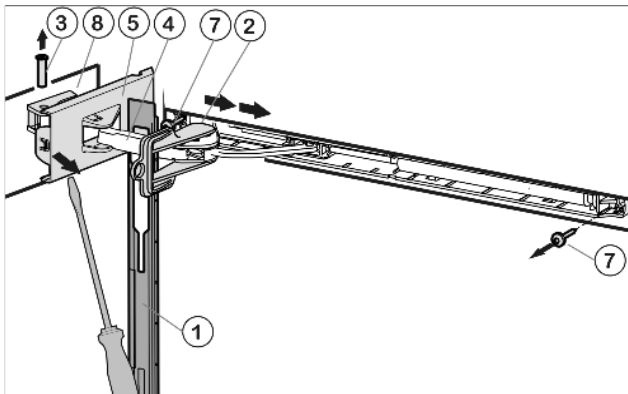

Fig. 5
- ▶ Сдвиньте накладку над амортизационной скобой Fig. 5 (4) в направлении устройства.
- ▶ Зафиксируйте предохранитель Fig. 5 (2) в продольном пазе.
- ▶ Отсоедините крышку со стороны шарнира Fig. 5 (5) с помощью отвертки до первого фиксатора.
- ▶ палец Fig. 5 (3) Выдавите
- ▶ Нажмите амортизационную скобу Fig. 5 (4) в направлении дверцы.
- ▶ Полностью отсоедините и снимите крышку со стороны шарнира Fig. 5 (5).
- ▶ Снимите накладку Fig. 5 (1).
- ▶ Открутите узел амортизатора закрывания дверцы (2 шт. Torx 15) Fig. 5 (7).